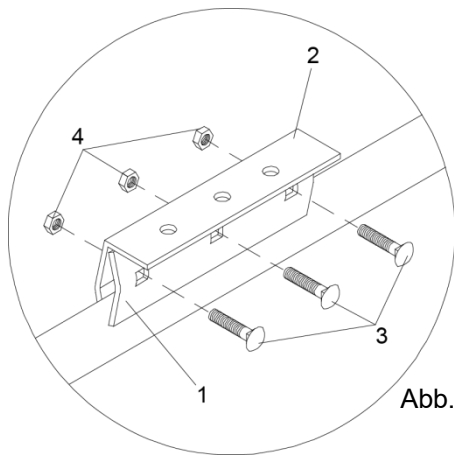

Abb.2
- Befestigen Sie die Blechfalzklemme mit je drei Torband-Schrauben (3) und Muttern (4) auf den Falzbahnen des Daches (Abb.2).